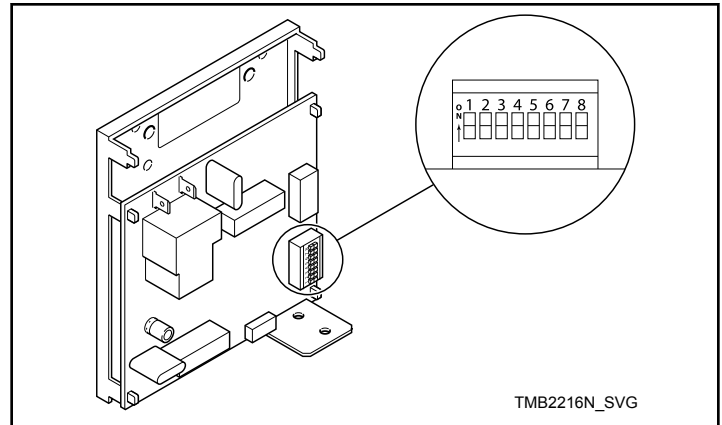

Figura 30
2. Anote as configurações do interruptor DIP do controle da máquina, em seguida coloque todas na posição off (desligado). Consulte a *Figura 30*.